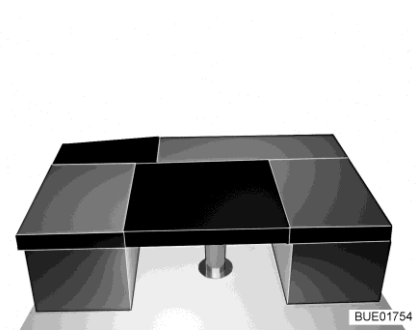

Fig. 163 Dopo la trasformazione
- Collocare il cuscino aggiuntivo rettangolare sul tavolo (tra i cuscini dei sedili dei divani, vedi Fig. 163).